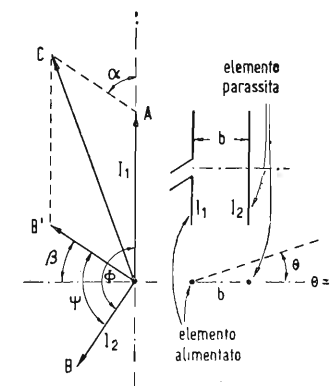

Fig. 14 - Diagramma vettoriale delle correnti in un'antenna costruita da un elemento alimentato ed un parassita.
Riprendiamo rapidamente il caso di un'antenna costituita da un elemento alimentato con un solo elemento parassita. Se (fig. 14)  $OA$  rappresenta la corrente  $I_1$  nell'elemento alimentato, la corrente  $I_2$  nell'elemento parassita è rappresentata dal vettore  $OB$ . L'angolo di fase  $\psi$  si può dedurre dalla (28). Il campo provocato da  $I_2$  in una certa direzione e verso che formi un angolo  $\theta$  con la direzione in avanti stabilita in figura avrà inoltre, rispetto all'analogo campo dovuto ad  $I_1$ , uno sfasamento  $\varphi$  dovuto alla spaziatura fra
I contributi all'intensità di campo in avanti dei successivi elementi, cioè AB, BC, CD e DE sono quindi uguali e così pure gli angoli di fase fra loro, cioè  $\alpha_1 = \alpha_2 = \alpha_3 = \alpha_4$ . Si esamini ora il diagramma vettoriale e si osservi (vedi ancora fig. 14) che allorchè si considera il campo in una direzione generica  $\theta$  l'angolo  $\psi$  dovuto alla spaziatura  $b$  fra gli elementi risulta: